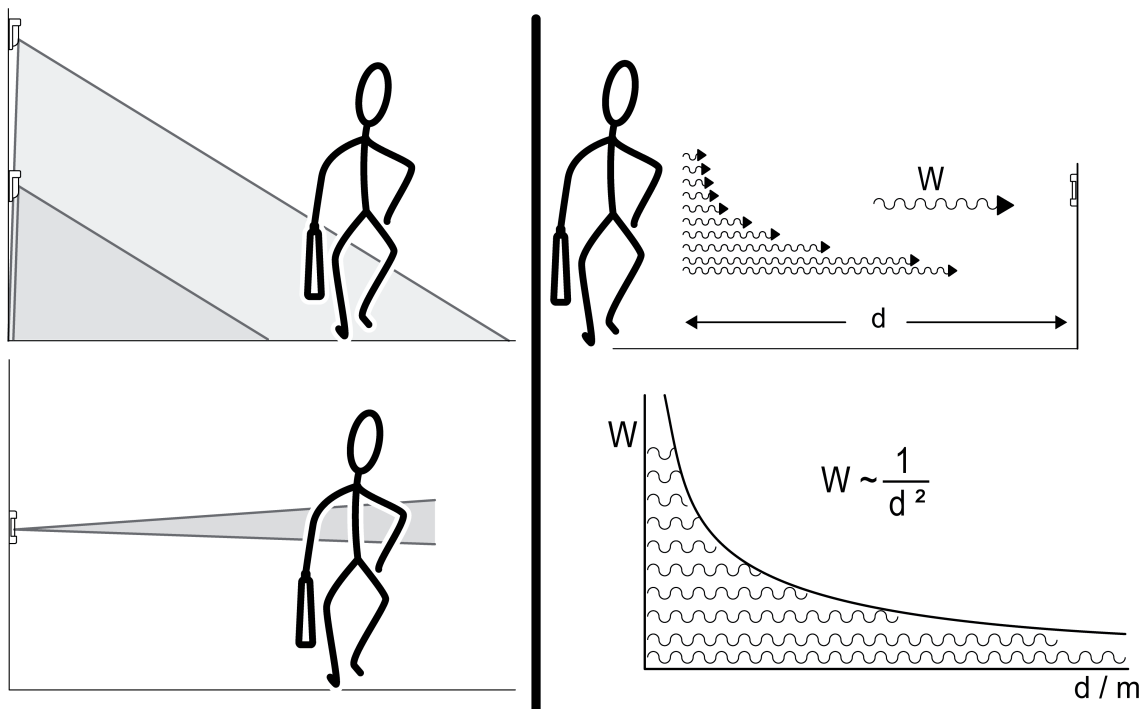

Figure 4: Détection de sources de chaleur – Géométrie du champ de détection et distance (loi de Lambert)
- Géométrie de la zone de détection : Un détecteur de mouvement orienté en diagonale vers le bas se différencie d'un détecteur orienté en ligne droite vers l'infini (figure 4).
- Écartement entre la source de chaleur et le détecteur de mouvement : plus la source de chaleur est éloignée du capteur, plus le signal détectable au niveau du capteur est faible (figure 4).